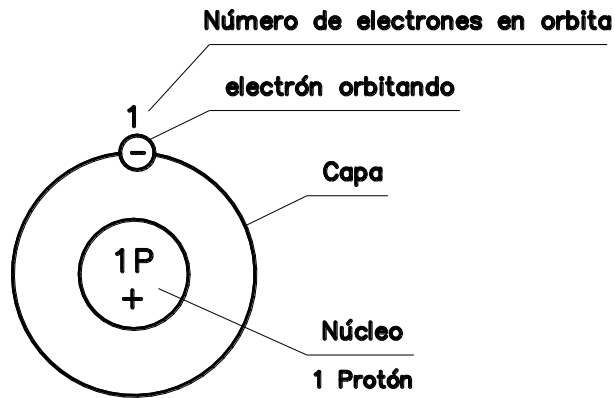

Fig. 1.2 Átomo de Hidrógeno
En un elemento todos los átomos son iguales; por ejemplo, aluminio (Al), carbono (C), cobre (Cu), Hidrogeno (H), plata (Ag) y oro (Au). El átomo más simple es el de *hidrogeno*, el cual tiene 1 protón en su núcleo y está balanceado por 1 electrón que orbita a su alrededor (fig 1.2).